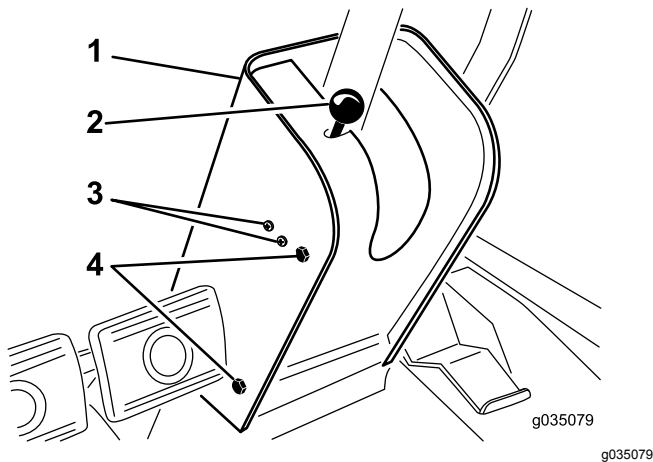

Bild 70
2. Nehmen Sie das Handrad von der Feststellbremsstange und die Schrauben von der Abdeckung der Lenksäule (Bild 70).
4. Lösen Sie die Schrauben und Muttern, mit denen der Schalter für die Feststellbremse links an der Lenksäule befestigt ist (Bild 70).